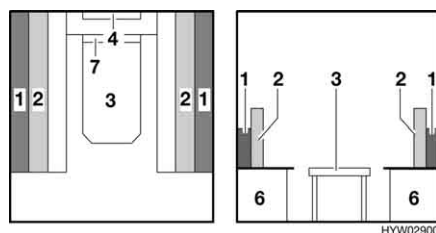

Fig. 58 Durante la trasformazione
- Alzare il piano del tavolo (Fig. 58,3) di circa 45°, sollevarlo dalla guida di supporto superiore (Fig. 58,4) e mantenerlo ad un angolo di 45°.
- Agganciare il piano del tavolo nella guida di supporto inferiore con un angolo di 45° (Fig. 58,7) e deporlo sul pavimento con i puntelli.